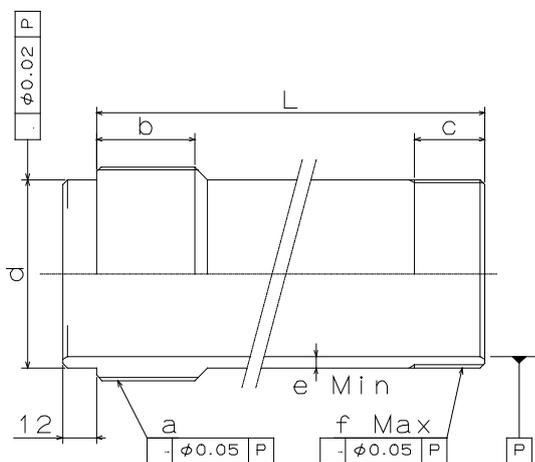

Fig. 12
La dimensione della lunghezza (L) nella Fig. 12 è determinata dalla distanza A intercorrente tra l'adattatore del cilindro e la piastra posteriore.
- **Mantenere per il tubo trafilato la dimensione e e la dimensione f indicate nella Fig. 12; per la realizzazione deve essere usato un materiale con resistenza alla trazione corrispondente a 380MPa (38kgf/mm2) o superiore.**